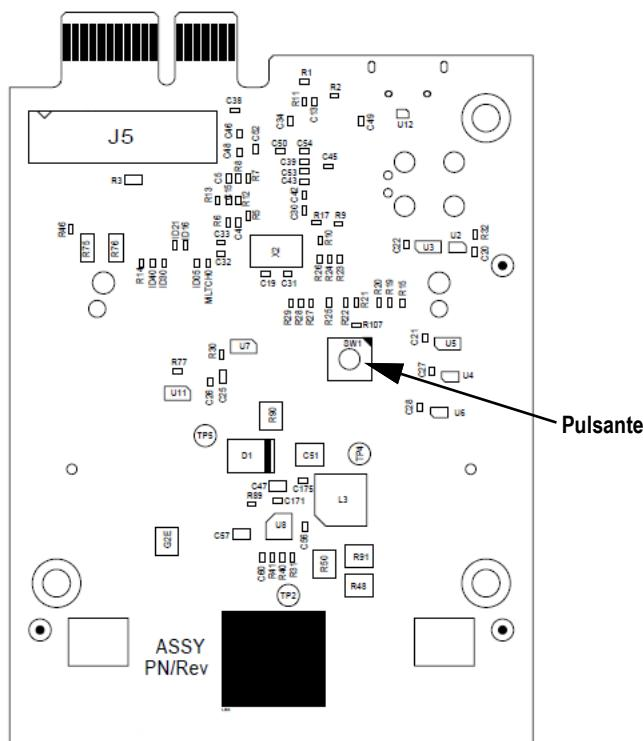

Figura 10-4. Posizione del pulsante sulla scheda host Anybus (PN 164756)
6. Tenendo premuto il pulsante della scheda, inserire l'estremità della micro USB nel connettore J4 (vedere la Figura 10-4). Il PC rileva un dispositivo USB rimovibile denominato *CRP DISABLD*.